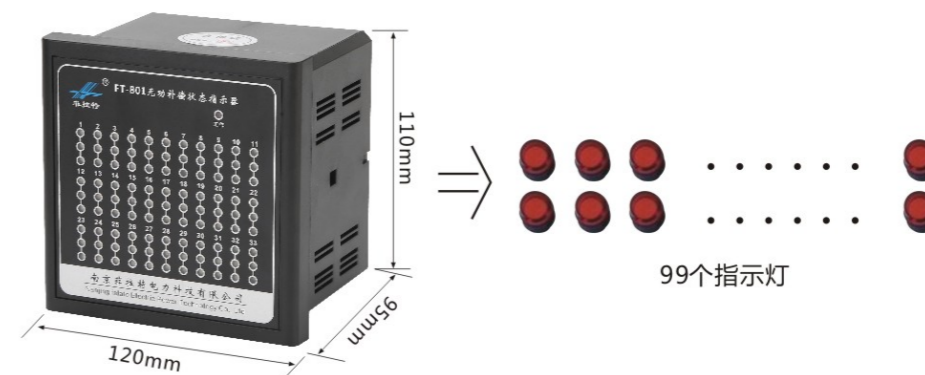

图13 FT-801智能电容器指示器外形图
1.2.1 FT-801智能电容器指示器外形见右图13所示：